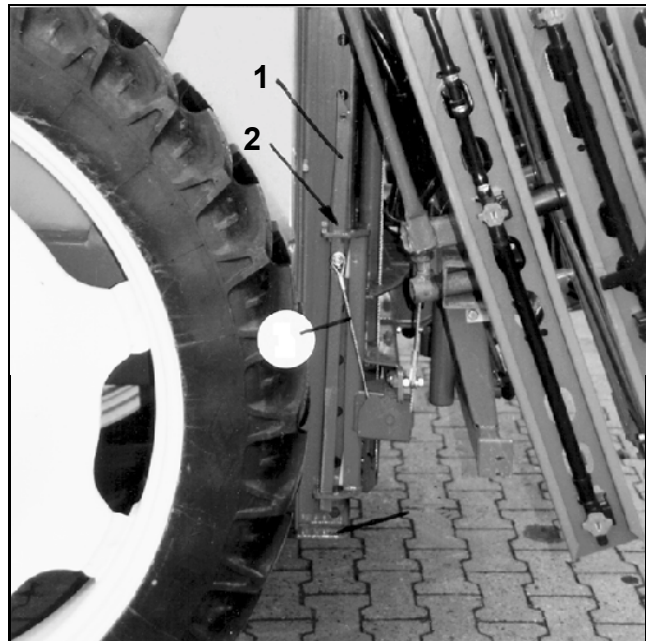

Fig. 8.11
Verrouillez l'amortissement tri-directionnel de la rampe en position de transport (Fig. 8.11)
- Abaissez la rampe sur sa position la plus basse de façon à ce que les deux tubes à profil carré (Fig. 8.11/1) viennent s'appuyer sur les butées et s'engagent dans les verrous (Fig. 8.11/2).